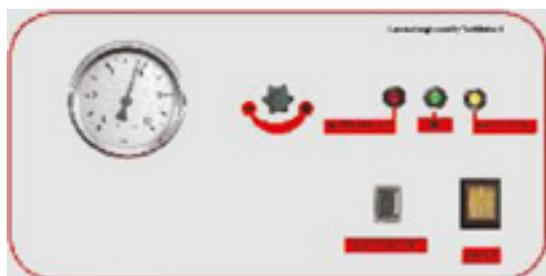

fig. 2
- Allumez **REF 115TA4701** en appuyant sur le bouton ON/OFF (fig. 2)
Pour utiliser au mieux la capacité détergente de **REF 115TA4701**, il est recommandé d'ajuster le débit de la vapeur en fonction de l'accessoire chaque fois utilisé et du genre de surface à nettoyer. Cela est possible en tournant le bouton à étoile, placé sur le devant de la machine, dans le sens des aiguilles d'une montre (fig. 2).